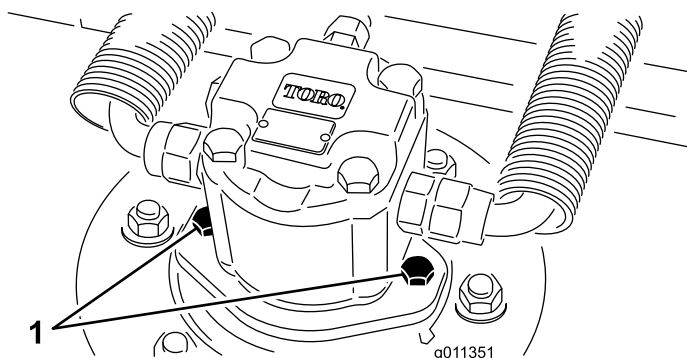

Bild 64
2. Klemmen Sie den Hydraulikmotor vom Mähwerk ab und entfernen ihn (Bild 64). Decken Sie die Spindeloberseite ab, um einer Verunreinigung vorzubeugen.
4. Montieren Sie den Hydraulikmotor am Mähwerk (Bild 64). Stellen Sie sicher, dass sich der O-Ring unbeschädigt in seiner Position befindet.